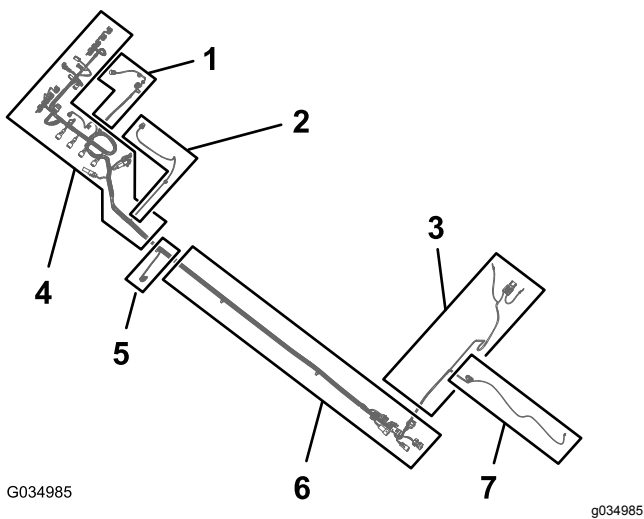

图 83
1. 找到新电气线束的 165cm 支管和 203cm 支管 图 83。